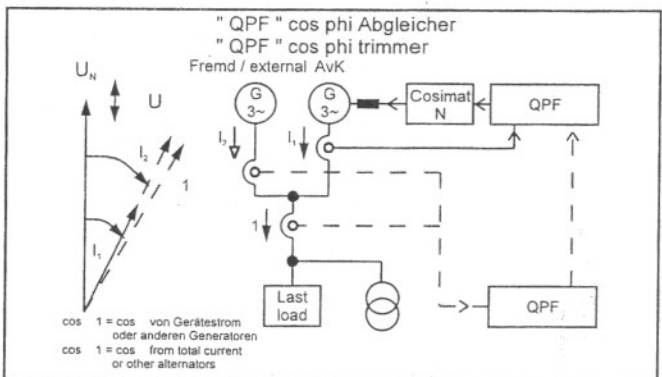

Рис.13 – Дополнительный блок QPF B
**(Рис.13 Дополнительный блок QPF B)**